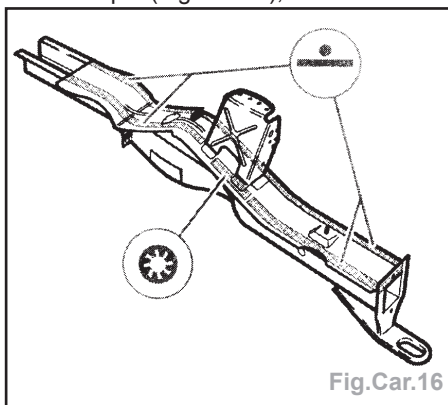

Fig.Car.16
- la tôle de fermeture à la pointeuse électrique (Fig.Car.16),